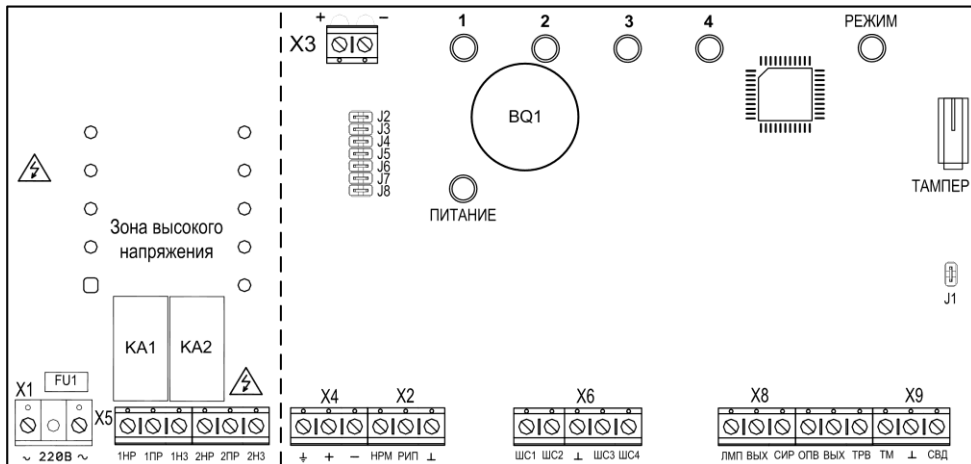

Рис. 12 Плата БШС4П
Прибор Карат позволяет подключить до 57-ми блоков расширения БШС4П. Подключение блока к прибору осуществляется по 2-х проводной адресной линии. Схема подключения и обозначения клеммников – см. рис.А11, рис.12 и табл.30.
Для перевода блока в режим программирования необходимо, при поданном питании, снять перемычку J1 (рис.12).
7. Запишите номер в память модема. Для этого нажмите, на 1 секунду, кнопку тампера на плате БШС4П (рис.12).